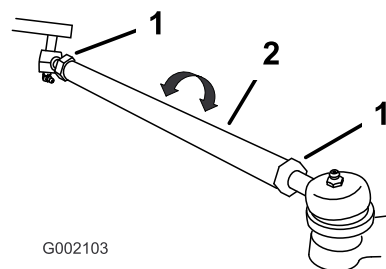

Figure 63
7. Si les mesures ne sont pas comprises entre 0 et 6 mm, desserrez les écrous de blocage aux deux extrémités des biellettes (Figure 63).